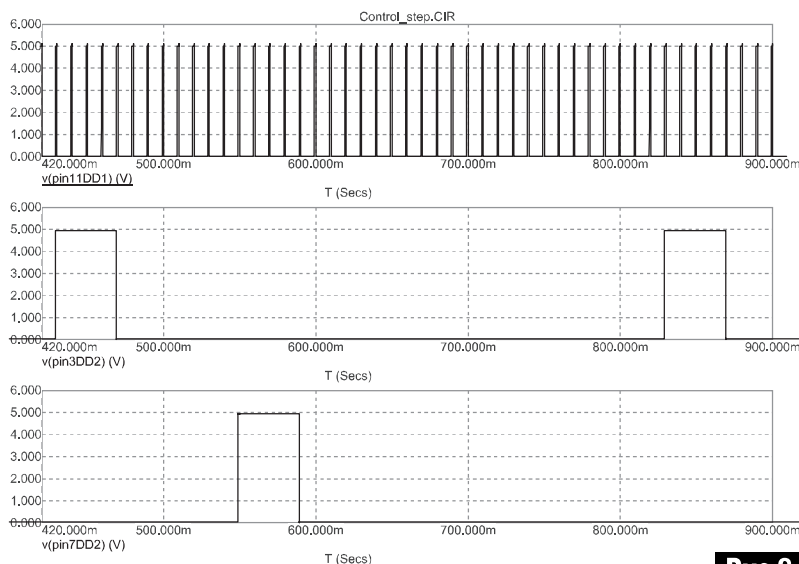
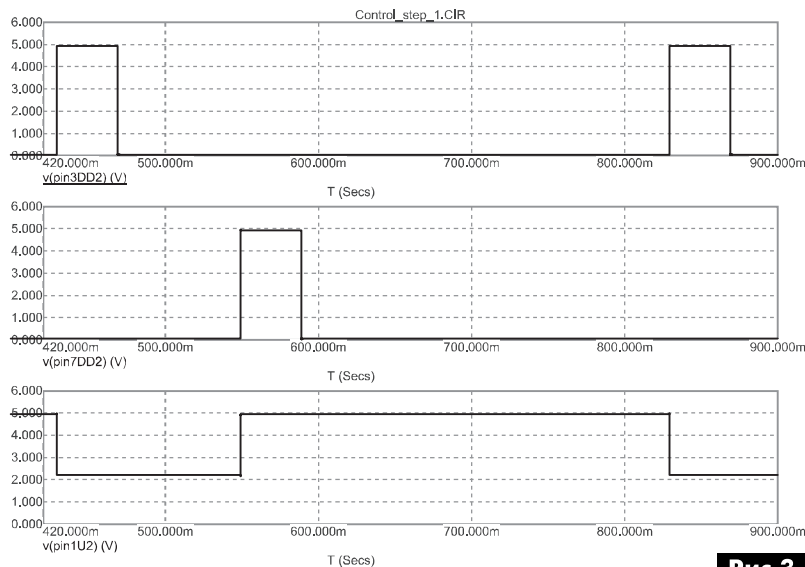
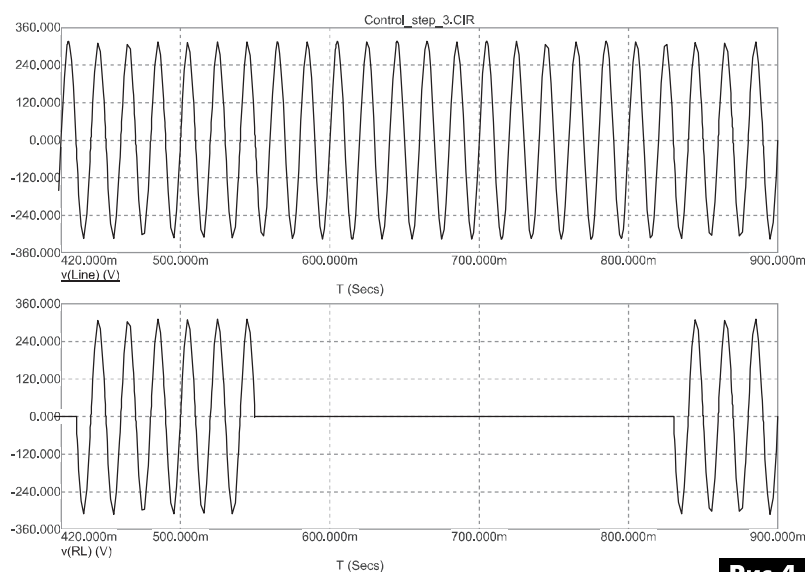

Рис.2
Рис.3
Рис.4
Индикатором подачи напряжения на нагрузку служит светодиод HL1. При регулировке мощности на нагрузке с помощью переключателя SA1, светодиод вспыхивает редко, когда установлено 10% напряжения на нагрузке, и кратковременно погасает, когда установлено 90% напряжения. Светодиод погашен, когда переключатель SA1 установлен в положении 0%, и постоянно горит, когда переключатель SA1 установлен в положении 100%. Такого управления напряжением на нагрузке с шагом 10% для нагревательных приборов в большинстве бытовых случаев вполне достаточно. На **рис.2** показаны эпюры напряжения на выводе 11 DD1, на выводе 3 DD2 и на выводе 7 DD2 (режим 30% напряжения на нагрузке). На **рис.3** показаны эпюры напряжения на выводах 3 и 7 DD2, на выводе DD2 и выводе 1 U2. На **рис.4** показано напряжение сети (Line) и на нижнем графике напряжение на нагрузке (RL). Из графика видно, что на нагрузку проходит только 6 периодов сетевого напряжения из 20.